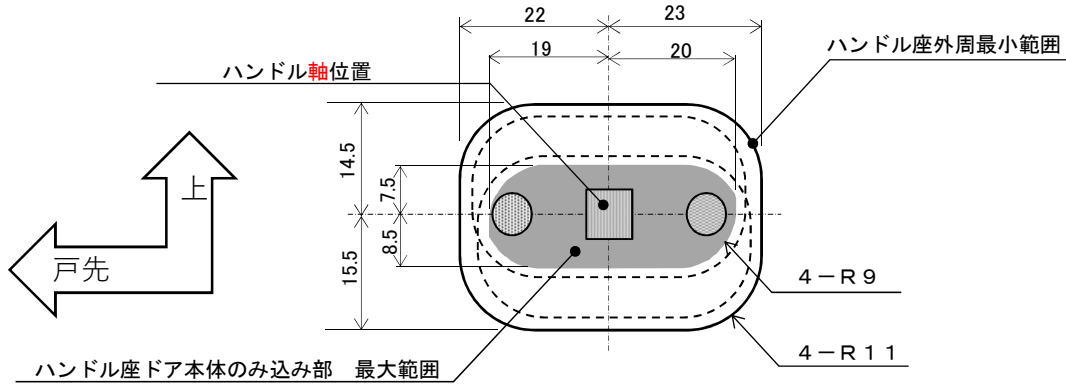

図3-ハンドル座外周最小範囲 及び のみ込み部最大範囲 (単位 : mm)
5.3 レバーハンドル・ハンドル座の形状は任意とするが、ハンドル座外周最小範囲と、のみ込み部最大範囲を図3にて規定する。
- ・ 図2、図3の”レバーハンドル角心”を”ハンドル軸”に改訂した。